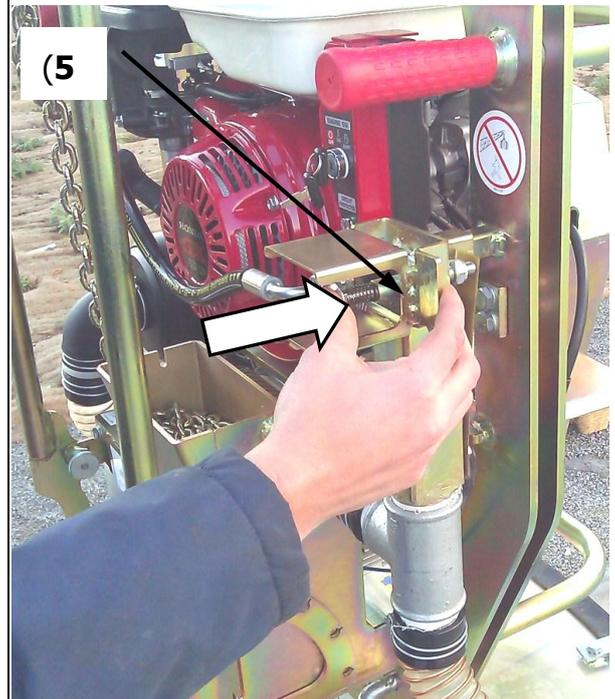

Fig. 6
- Pour déposer la charge (dalle de pierre), actionner le bouton de déverrouillage (5). (→ Fig. 6).